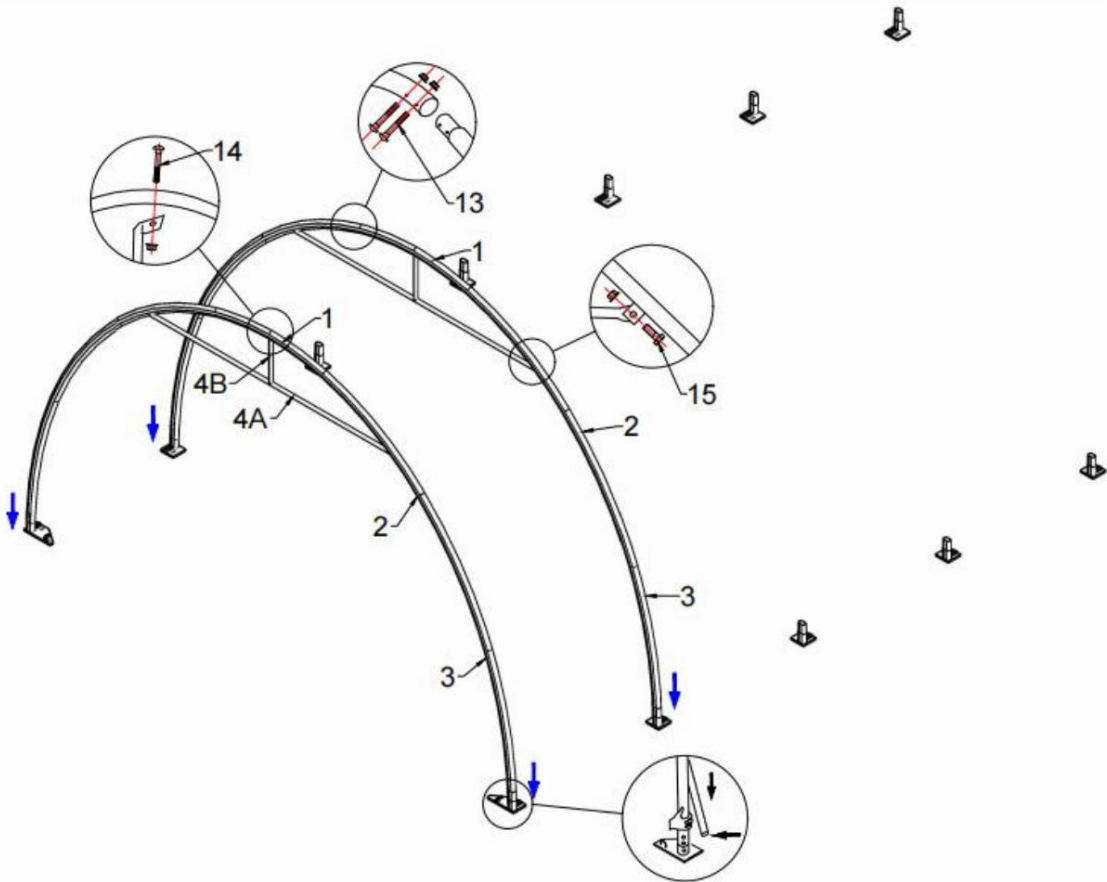

Figure 3
3.2As Figure 3 montré pour fixer l'option de panne (n° 4A et 4B) en utilisant un boulon de carrosserie M10x100mm (n° 14) et un boulon M10*30mm (n° 15).